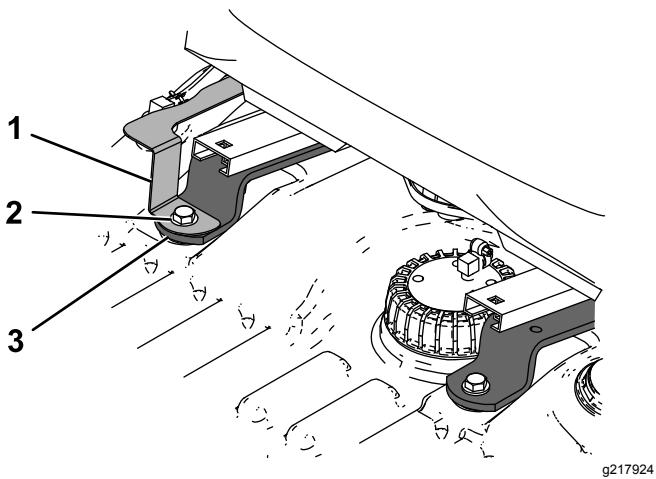

Figura 13
4. Sujete la parte delantera de los soportes del asiento con 2 pernos (3/8" x 3") y 2 arandelas (Figura 13).